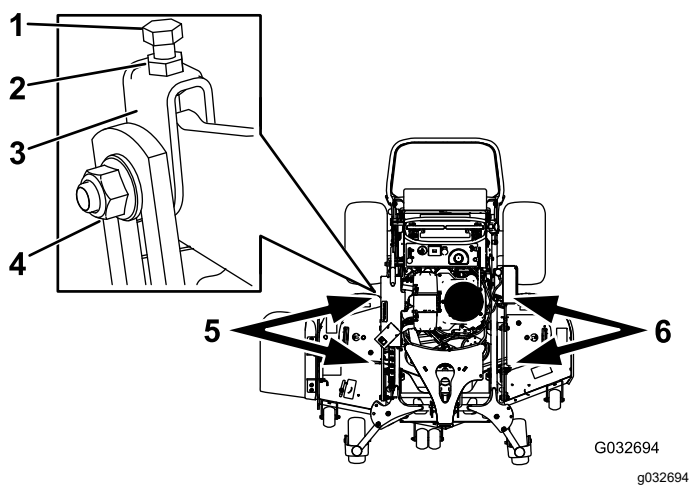

Figure 90
1. Desserrez l'écrou latéral et l'écrou de blocage dans les chapes que vous voulez régler (Figure 90).
2. Tournez le boulon supérieur de ces chapes pour régler la hauteur du tablier de coupe (Figure 90).